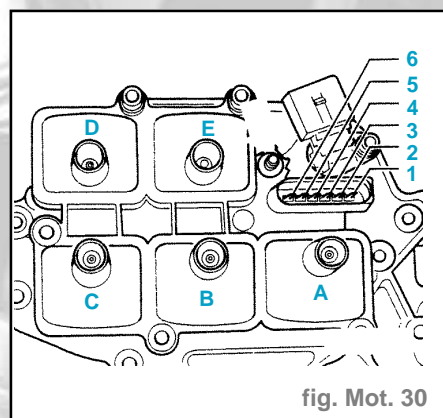

fig. Mot. 30
et le contact 2 de la fiche (fig. Mot. 30).
- Repère sur les bobines (fig. Mot. 30) :